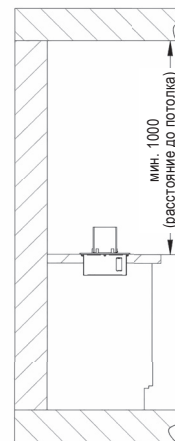
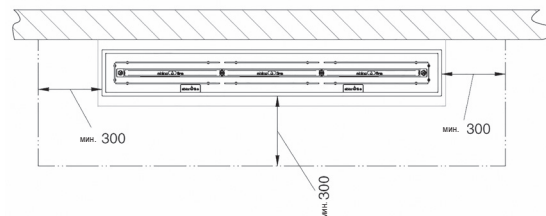

Рис. 23 Минимальное расстояние до крышки
Рис. 24. Минимальные расстояния до горючих элементов конструкции
- До расположенных по бокам горючих элементов конструкции, мебели, украшений или штор необходимо соблюдать минимальное расстояние 300 мм (см. рис. 24), для обеспечения достаточной защиты от тепла! Запрещено располагать предметы поверх мебели ebios-fire до самого потолка помещения (расстояние до потолка > 1000 мм) (см. рис. 23)!